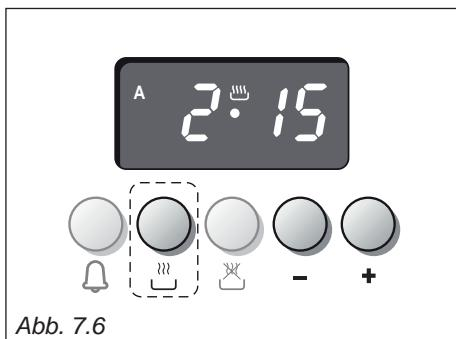

Abb. 7.6
1. METHODE: Programmieren der Garzeit (Abb. 7.6)